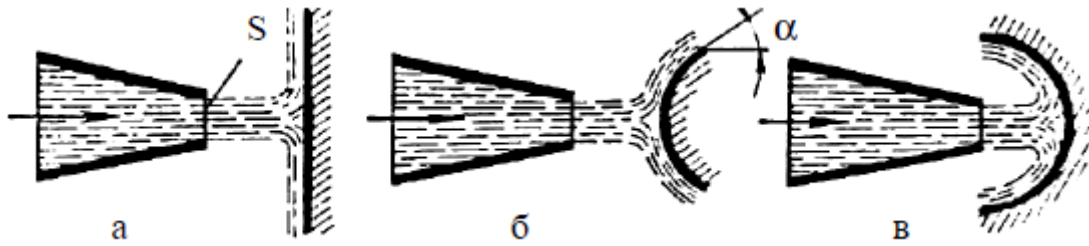

Рисунок 2.17 – Схема впливу рідини на стінку
*Вплив струменя рідини на стінку* посудини залежить від густини, її витрати і швидкості руху. Найбільший практичний інтерес має вплив струменя рідини на стінки різного профілю (рис. 2.17).